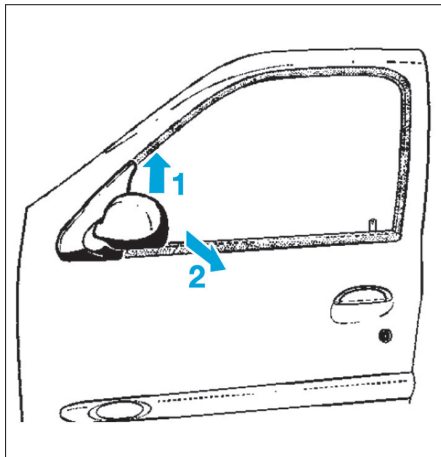

Fig. 45
- Soulever le rétroviseur (4) et dégager les pattes de maintien du panneau de porte (5) (Fig.45).